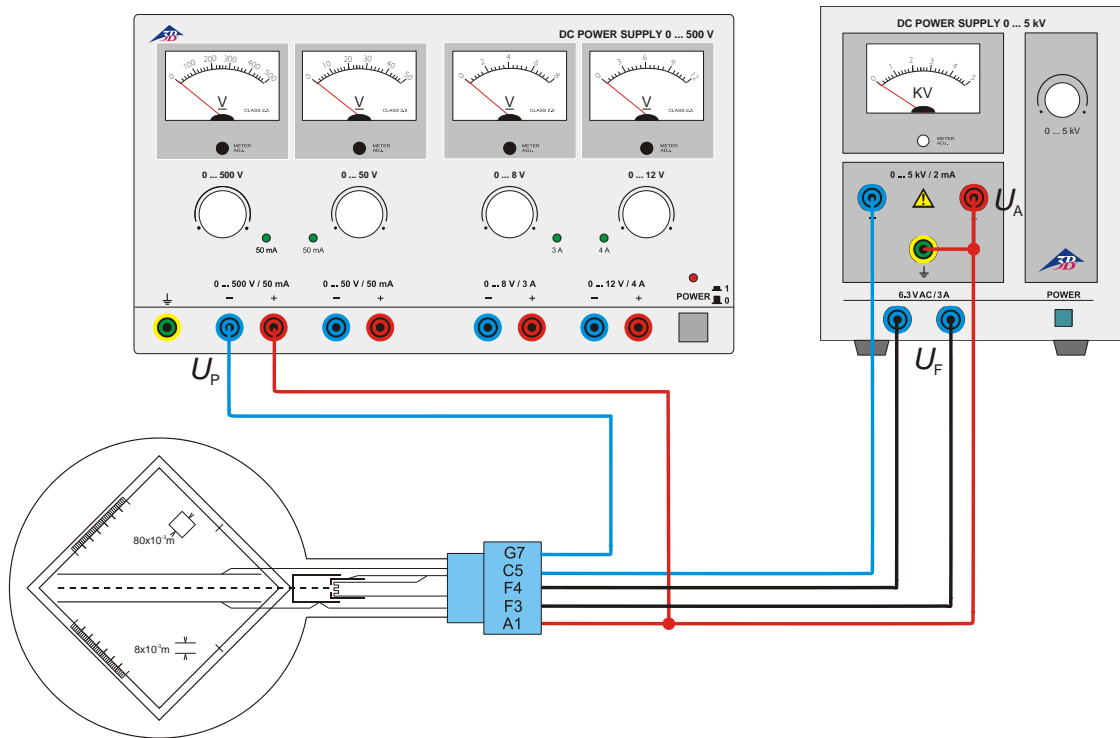

Fig. 3 Deflessione elettrica
- Cablare il tubo come indicato nella fig. 3.